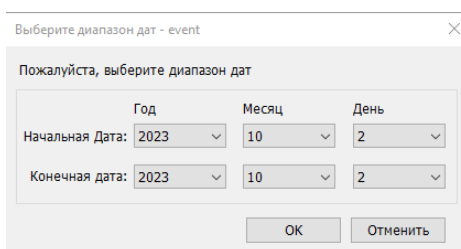

Рисунок 6.13 – Окно «Выберите диапазон дат – event»
4. В окне выбора диапазона дат (рисунок 6.13) выбрать диапазон дат, за который необходимо открыть журнал архивных сообщений